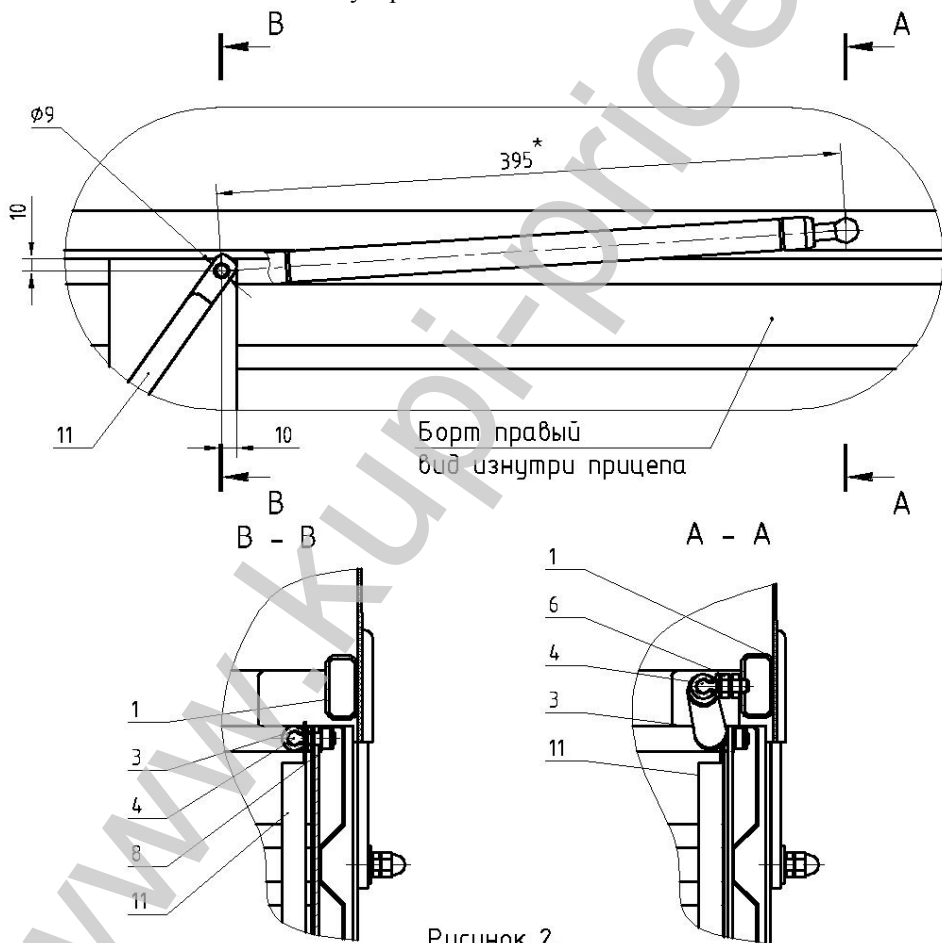

Рисунок 2.
11. Прикрутить верхние шаровые шарниры 4 через дистанционную гайку 6 (рис. 2, сечение А-А).
12. Просверлить отверстие $\varnothing 9\text{мм}$ в левом и правом борту прицепа на расстоянии 10мм от верхнего края борта и 1мм от края стойки, как показано на рис.2.
13. Прикрутить нижние шаровые шарниры 4 (рис. 2, сечение В-В).
15. Установить стопоры газового упора 11 и 12 (рис. 2).